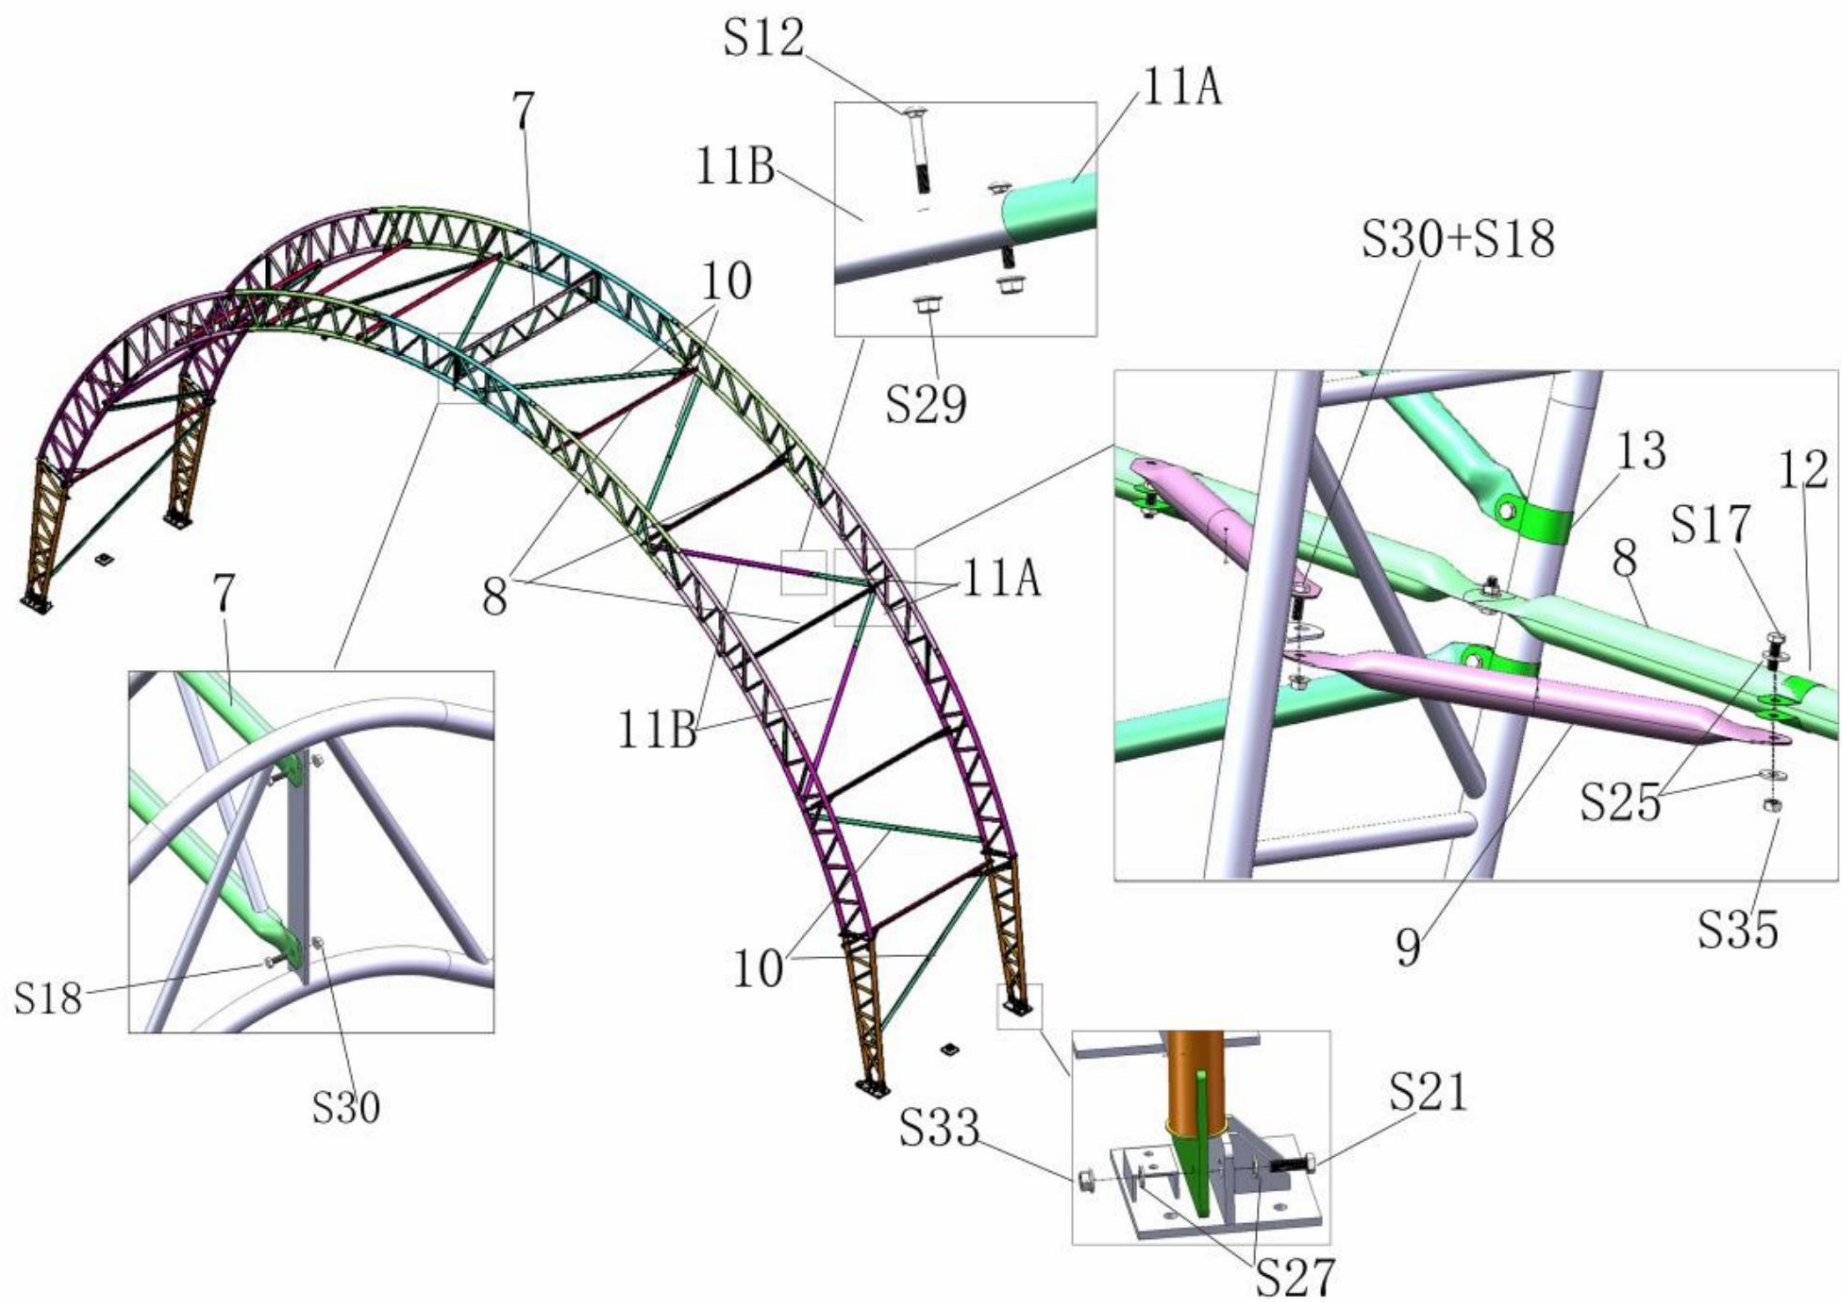
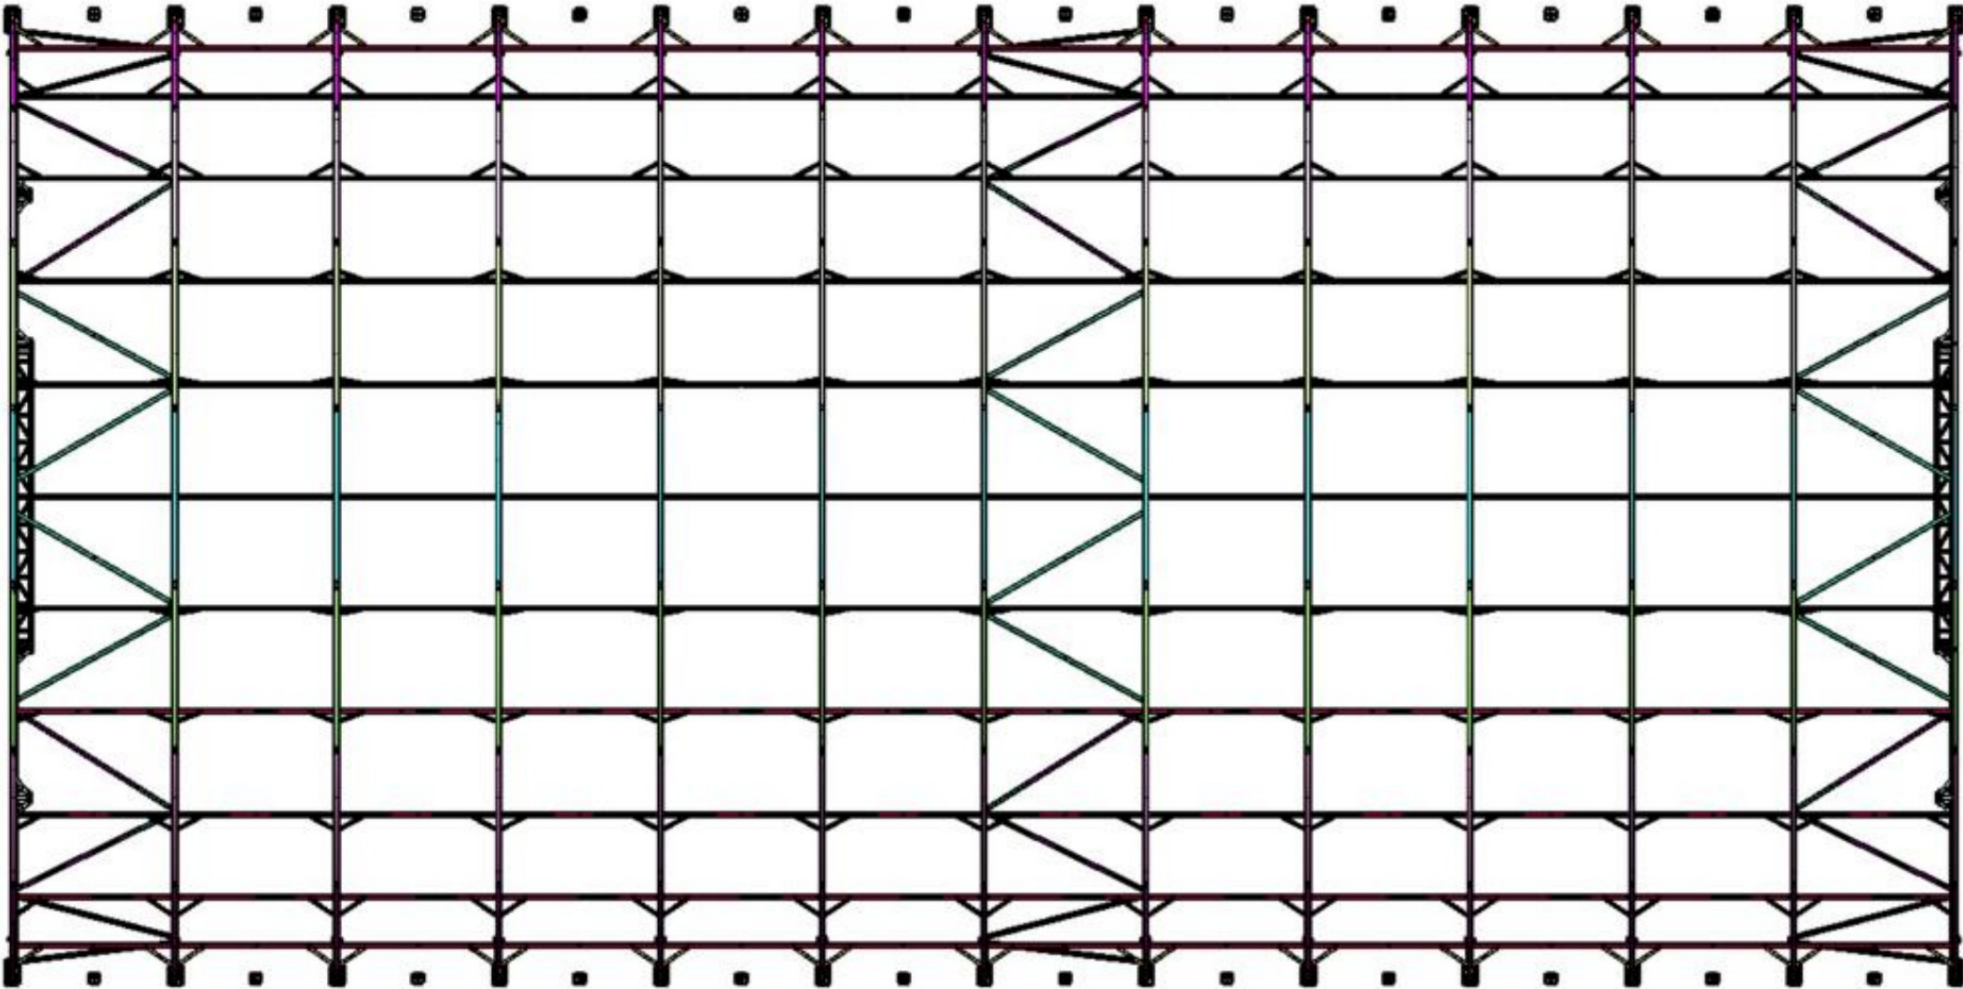

Figure 4
Figure 5
4. Comme illustré sur la figure 4, une fois toutes les arches installées dans les platines de base, utilisez des pannes à double treillis (n° 7) pour les relier par vis. M10x30 (n° S18). Ensuite, utilisez les pannes (n° 8) pour relier les arcs à l'aide de vis M10x50 (n° 17). Fixez ensuite toutes les autres pannes. La tension est terminée. cadre comme ci-dessous (Figure 5)
5. Comme indiqué sur la figure 4, repérez le tube femelle de support diagonal (n° 11A) et le tube mâle de support diagonal (n° 11B) et assemblez chaque groupe. Fixez le tube de support avec un écrou à bride hexagonale M8 (n° S29) et un boulon hexagonal M12*40 (n° S19). Raccordez ensuite le tube de support diagonal (n° 9). arquer en utilisant la pince (n° 12).